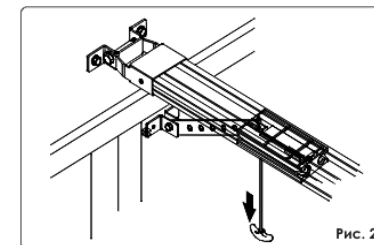

Рис. 23
3. Дёрните ручку расцепителя вниз и убедитесь, что ворота могут двигаться вручную (рис. 23).